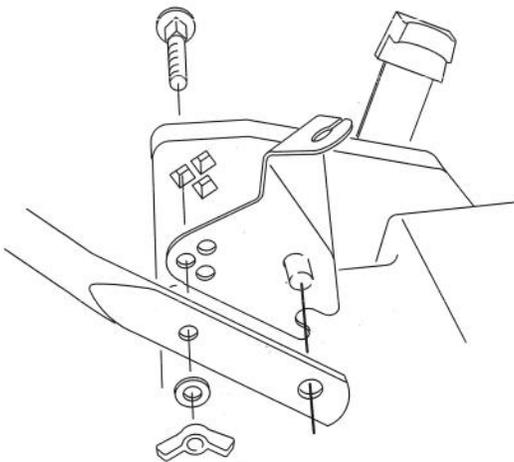

Figure 53
1. Retirer toutes les pièces de visserie des supports du guidon (Fig. 53).